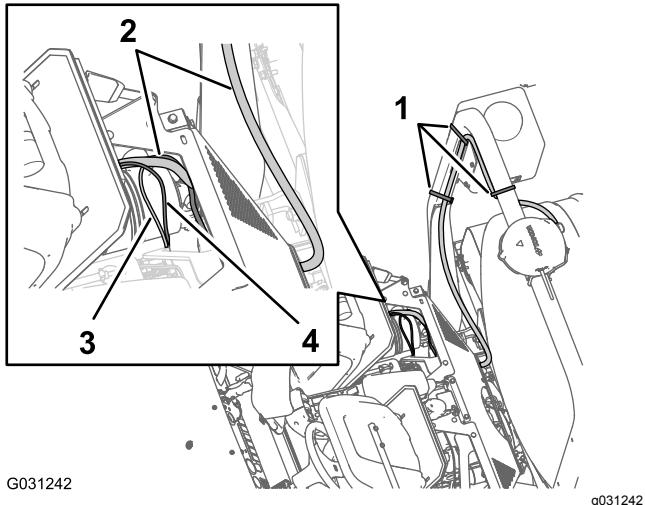

図 136
1. 電装ハーネスの 100cm の枝線 図 136 についている1ピンコネクタを、車両本体の前方ハーネスと後方ハーネスが相互接続しているところへ導く図 92 前ハーネスと後ろハーネスを相互に接続する(ページ 39)を参照
2. データ用ハーネスの 100cm の枝線図 136 についている4ピンコネクタCAN 2 / スプレーヤコントローラ用を、車両本体の前方ハーネスと後方ハーネスが相互接続しているところへ導く図 92「前ハーネスと後ろハーネスを相互に接続する(ページ 39)」を参照。